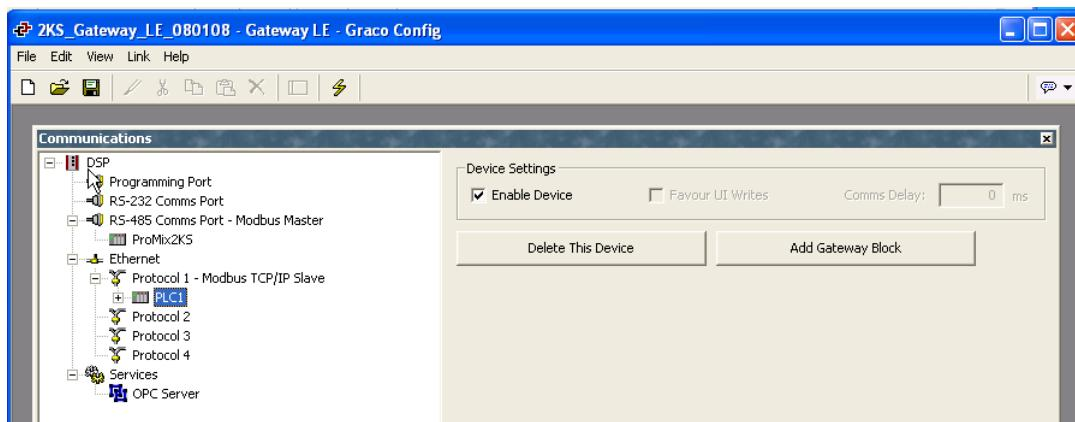

Рис. 21: Переименование устройства PLC1
- См. Рис. 21. Щелкните по названию устройства PLC1 правой кнопкой мыши и дайте устройству другое, более понятное название.